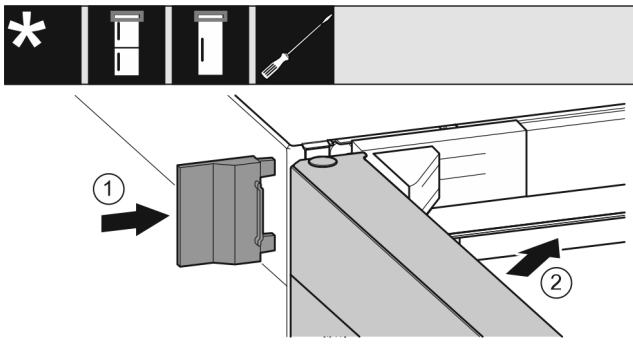

Fig. 21
- Nasuňte vnější kryt. Fig. 21 (1)
- Zavřete horní dveře. Fig. 21 (2)